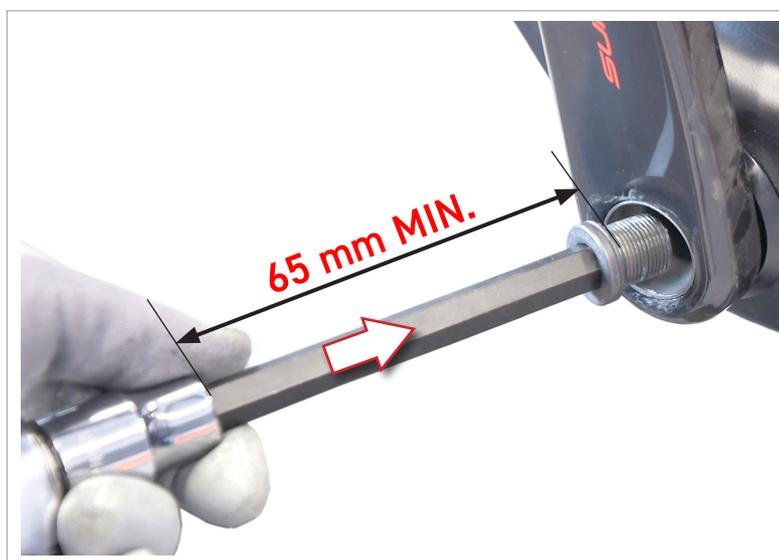

Abb.7
• Verwenden Sie das Campagnolo® Werkzeug UT-BB110 oder einen passenden Sechskanteinsatz mit 10 mm und einer Länge von mindestens 65 mm, setzen Sie die Befestigungsschraube (Abb. 7) in die Achshälfte der linken Tretkurbel ein, bis diese die Bohrung am inneren Ende der Achshälfte durchdringt und befestigen Sie das Gewinde der Achshälfte der rechten Tretkurbel.